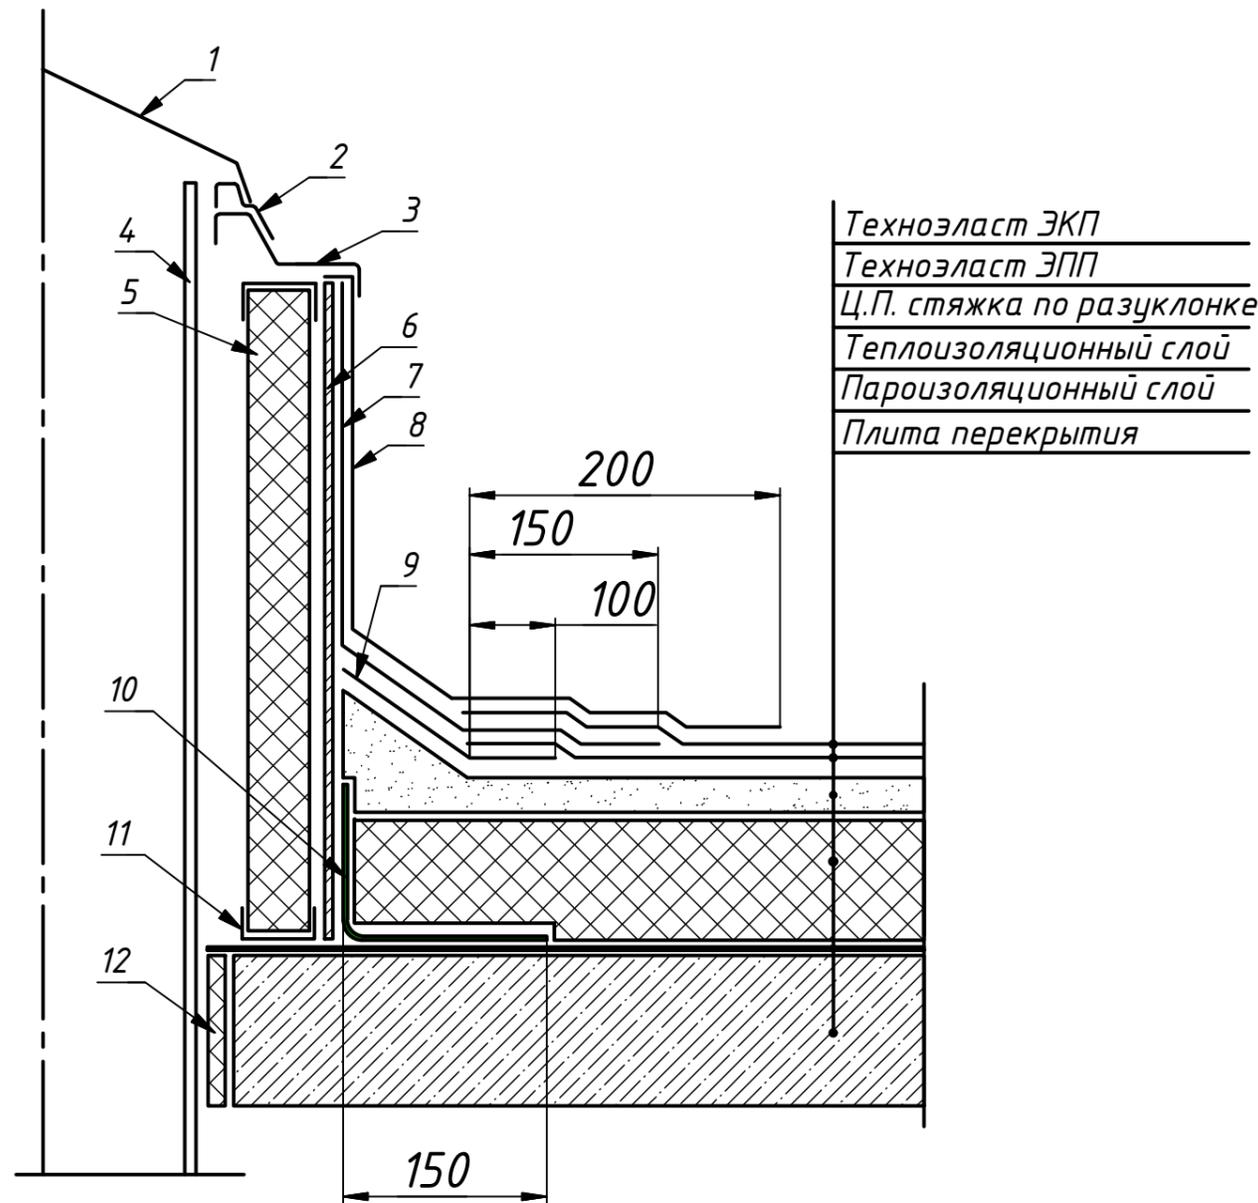

Рис. 32
6.1. Узел примыкания прямой кровли к коробу из ЦСП (АЦЛ) (рис.32)